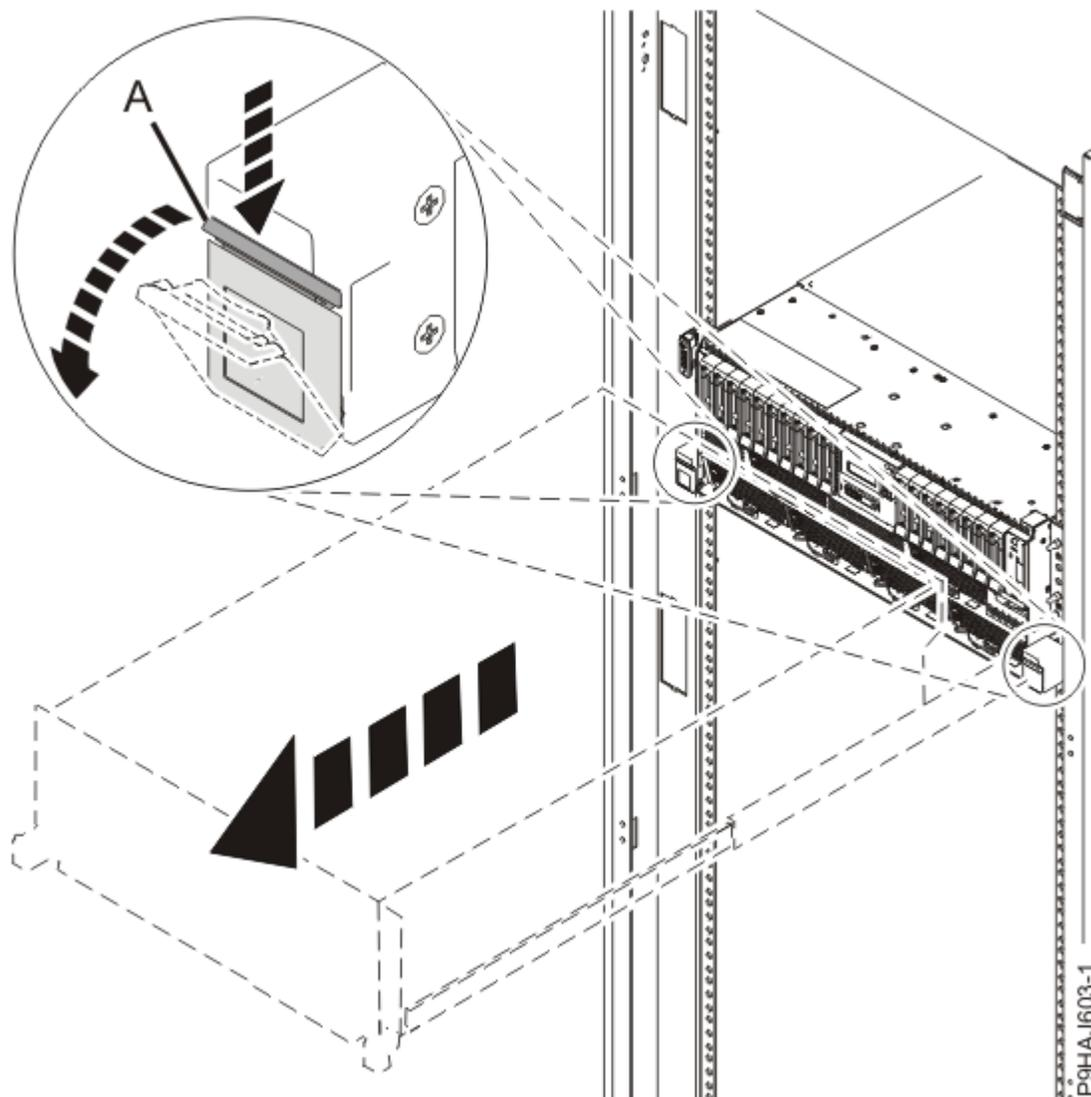

Figura 3. Liberando as Travas Laterais
4. Para um sistema montado em rack, abra as travas laterais **(A)** e puxe-as para deslizar a unidade de sistema totalmente para a posição de serviço, até que as lâminas cliquem e prendam a unidade de sistema firmemente. Assegure-se de que os parafusos dentro das travas não estejam fixados no rack. Veja Figura 3 na página 6.